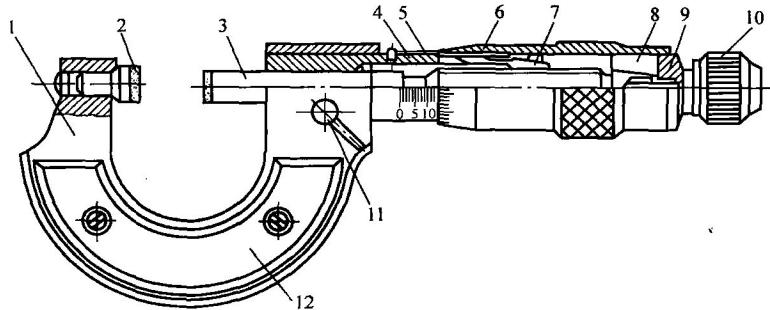

图 1-5 0~25mm 外径千分尺
各种千分尺的结构大同小异，常用的外径千分尺用于测量或检验零件的外径、凸肩厚度以及板厚或壁厚（测量孔壁厚度的千分尺，其测量面呈球弧形）等。千分尺由尺架、测微螺杆和测砧、测力装置和制动器等组成。图 1-5 所示是测量范围为 0~25mm 的外径千分尺，尺架 1 的一端装着测砧 2，另一端装着测微螺杆 3。测砧和测微螺杆的测量面上都镶有硬质合金，以提高测量面的使用寿命。尺架的两侧面覆盖着绝热板 12，使用千分尺时，手应与绝热板接触，防止人体的热量影响千分尺的测量精度。
2) 千分尺的刻线原理。外径千分尺的工作原理是应用螺旋读数机构测量零件的尺寸。螺旋读数机构包括一对精密的螺纹——测微螺杆与螺纹轴套（见图 1-5 中的 3 和 4）和一对读数套管——固定套管与微分筒（见图 1-5 中的 5 和 6）。